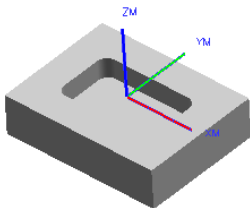

图 3.8.2 机床坐标系
(1) 单击“Mill Orient”对话框  区域中的“CSYS 会话”按钮 ，系统弹出“CSYS”对话框。
(2) 在  类型 下拉列表中选择  动态 选项，单击  操控器 区域中的“点对话框”按钮 ，在系统弹出的“点”对话框的  XC 文本框中输入值 0.0，在  YC 文本框中输入值 0.0，在  ZC 文本框中输入值 20.0，然后单击“点”对话框中的  确定 按钮，完成图 3.8.2 所示的机床坐标系的创建。此时，系统返回到“CSYS”对话框，单击“CSYS”对话框中的  确定 按钮，系统返回到“Mill Orient”对话框。